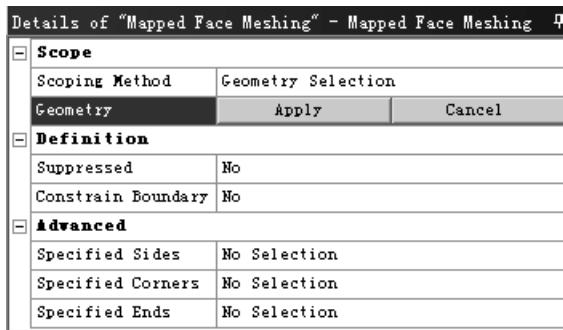

图 5.3.32 “Advanced” 区域
- ◆ 当在 **Geometry** 中定义映射面后 (无论是实体的还是片体的), “Details of ‘Mapped Face Meshing’ - Mapped Face Meshing” 对话框中均会出现图 5.3.32 所示的区域, 其中包含 **Specified Sides**、**Specified Corners** 和 **Specified Ends** 三个选项。